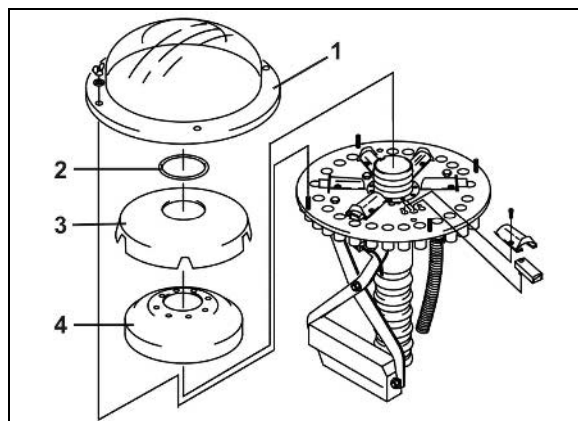

Рис. 143
2. Уровень масла должен быть виден в смотровом глазке (Рис. 143/1).
6. Заполните бесступенчатый редуктор через заправочный патрубок (Рис. 143/2) до смотрового глазка (Рис. 143/1) редукторным маслом.
7. Заправочный патрубок для масла после заполнения закройте колпачком (Рис. 143/2).